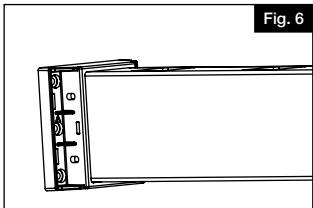

Fig. 6
- b. Coloque los soportes en los dos extremos del travesaño inferior (Fig. 6).